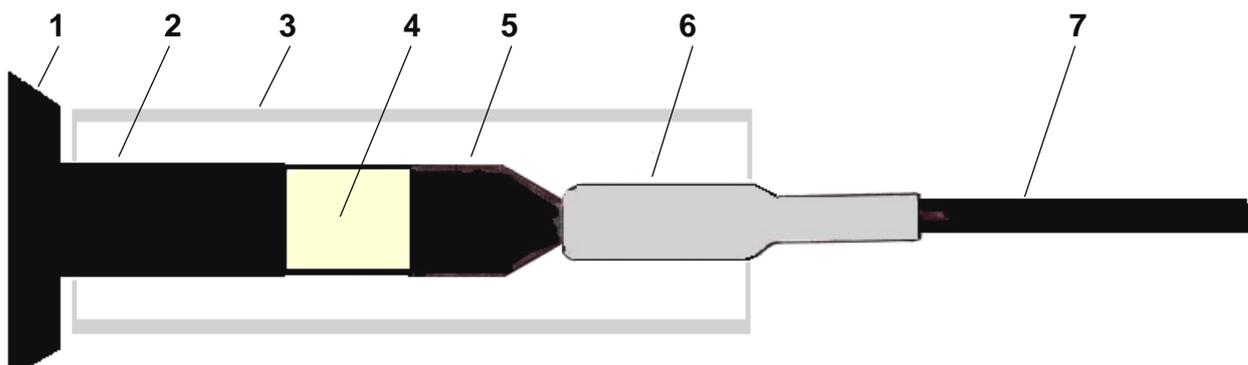

Рис. 3. Герметизация ввода кабеля ТсОС-П в патрубок МТОК:
4.3.2. Основными трубками ТУТ в комплектах №4 и №7 являются трубки типоразмера ТУТ 40/12. Отрезок трубки ТУТ 40/12 надвигают на патрубок и переходник и усаживают (см. рис. 3 – 4). На рисунках трубки ТУТ серого цвета, в реальности – они чёрные.